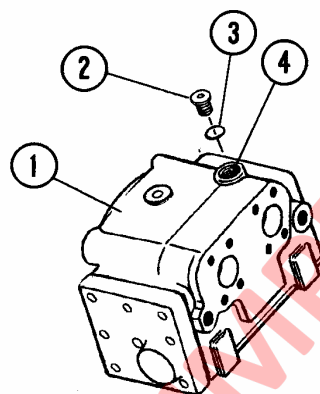

FIGURA 10-3. AJUSTE DE LA VALVULA DE ALIVIO DE LA DIRECCION
- a. Retire el tapón externo (2, Figura 10-3) de la válvula del amplificador de flujo, utilizando una llave Allen de 8 mm.
- b. Inserte una llave Allen de 5 mm en la abertura y suelte suavemente el perno de ajuste (4) girando hacia la derecha.
10. Después de completar el ajuste, instale el tapón (2, Figura 10-3) con el anillo de goma (3) en el cuerpo de la válvula.